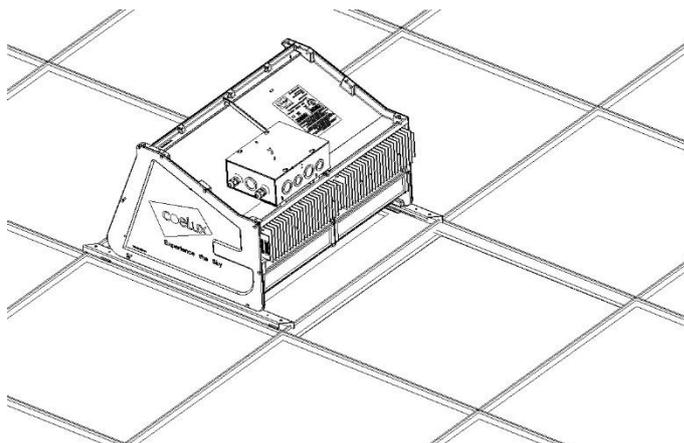

Fig. 12 *Fixation faux plafond 60x60: passage C*
- D. Passer le corps principal [1] à travers l'autre ouverture du faux plafond et le placer au-dessus des barres de soutien (Figure 12).